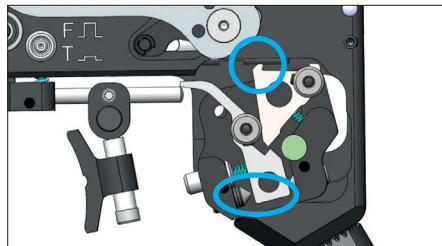

Fig. 7
1. Coloque el gatillo mecánico en su LP500 como se indica en la fig. 7. El gatillo se encuentra en las áreas marcadas. Ahora empuje el gatillo hacia adelante (en la dirección de disparo), hasta que pueda colocar el primer tornillo de sujeción.